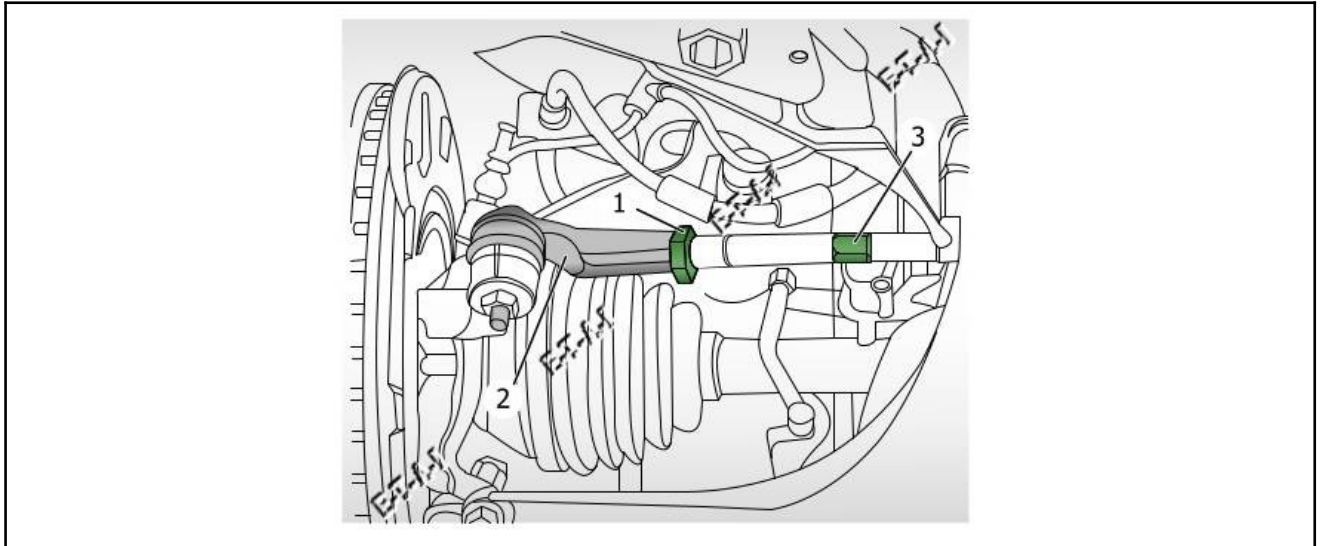

Fig.4
- Desserrer l'écrou de blocage (1)
- Note: Utiliser un clé en guise de contre-prise (2)
- Tourner la barre d'accouplement pour régler le pincement (3)
- Serrer l'écrou de blocage (1) Fig.4